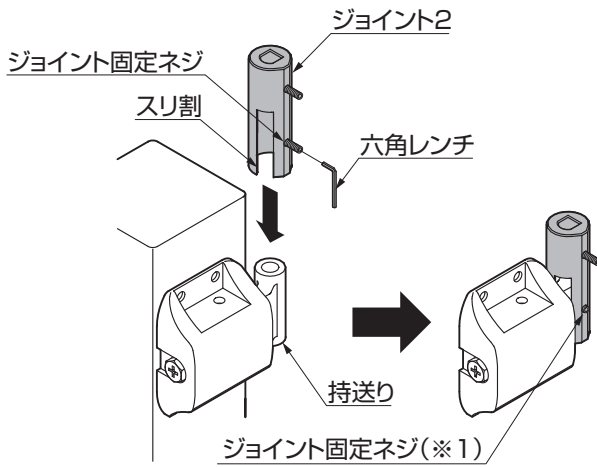

図3-2 ジョイント取付け
- ②ジョイントを調整金具の持送り部に装着し、ジョイント固定ネジを付属の六角レンチで締めつけてください。(図3-2参照)